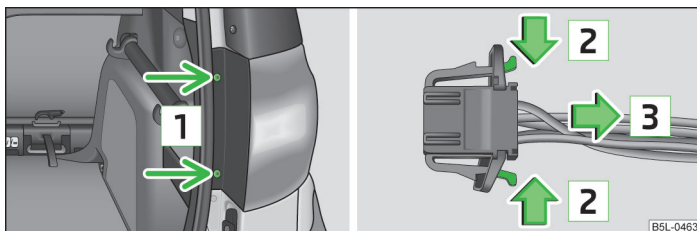

Fig. 185 Smontare le luci posteriori/Separare il connettore a spina
- » Utilizzando la chiave Torx contenuta nell'attrezzatura di bordo, smontare le luci. Il lato più corto della chiave consente di allentare le viti **1** mentre quello » fig. 185 più lungo consente di svitarle completamente.
- » Premendo i naselli d'innesto nella direzione indicata dalla freccia **2** » fig. 185 e tirando nella direzione indicata dalla freccia **3**, separare il connettore a spina.
- » Fissare la lampada con le viti **1** » fig. 185.